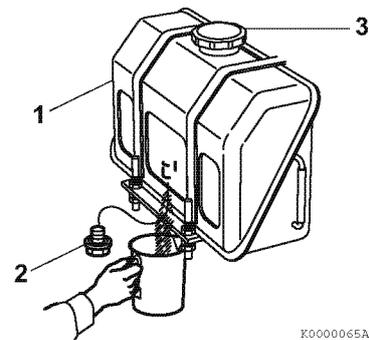

Figure 5-7
1. Placez un récipient approprié sous le réservoir de carburant diesel (1, **Figure 5-7**) pour recueillir les contaminants.
2. Retirez le bouchon du réservoir de carburant (3, **Figure 5-7**).
3. Retirez le bouchon de vidange (2, **Figure 5-7**) du réservoir de carburant pour vidanger les contaminants (eau, saleté, etc.) du fond du réservoir.